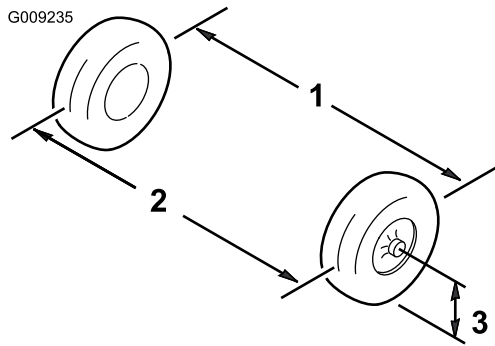

Bild 50
1. Messen Sie den Abstand zwischen beiden Vorderreifen auf Achshöhe (an der Vorder- und Rückseite der Vorderreifen) (Bild 50).